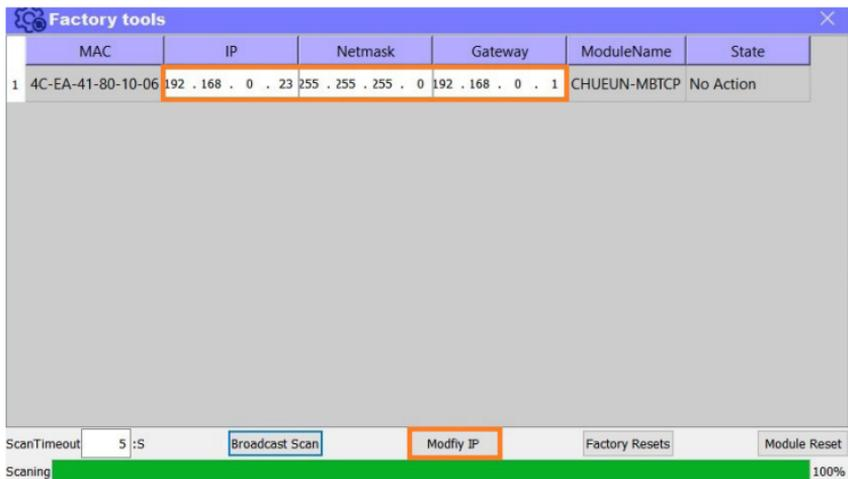

Рисунок 3.7 – Изменение IP-адресов
7. В ячейках столбцов «IP», «Netmask» и «Gateway» можно изменять значения, после чего сохранять их, нажав «Modify IP» (рис. 3.7).